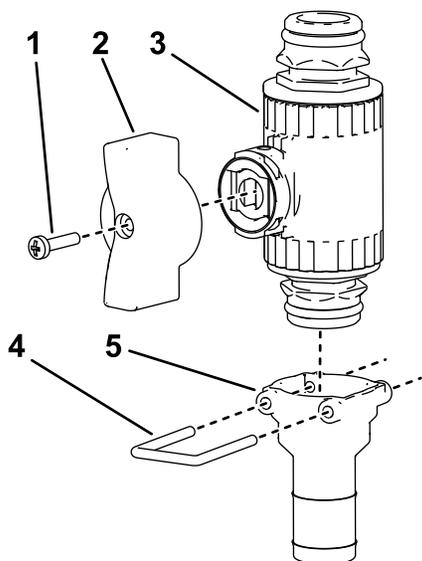

Figura 26
- Monte o manípulo de asa e a união reta na válvula de controlo (Figura 26).
- Monte a união reta na válvula de controlo com o fixador, conforme mostrado na Figura 26.